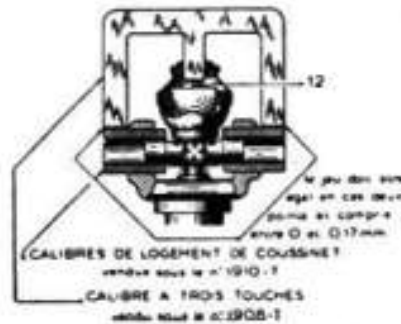

Fig. 32. — Mise en place du croisillon sur arbre de transmission
Monter le croisillon (9) (fig. 32). La